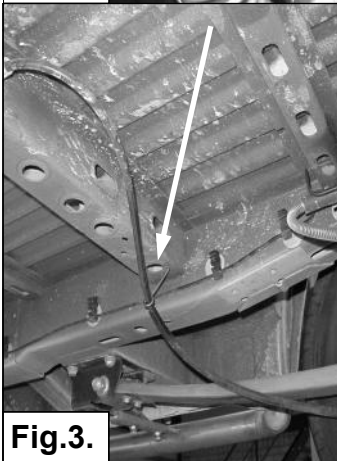
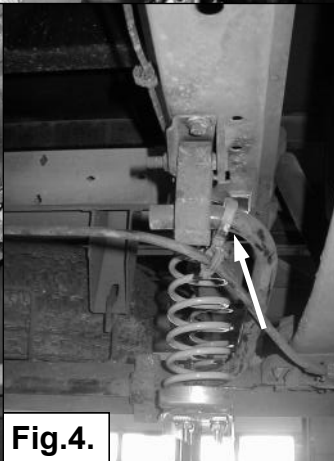

Fig.3.
Fig.4.
4. Déplacez l'attache du câble du frein à main de manière à ce qu'il ne puisse pas passer entre les ressorts auxiliaires. Pour le châssis/cabine, voir la figure 3. Pour la version bus, voir la figure 4.